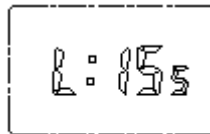

图8
4.2.3.1 完成4.2.2操作后，按一下“MD”+“R”键进入打铃时间设定，如图8所示，此时表示打铃时长为15秒。设定完成后按“MD”键退出。